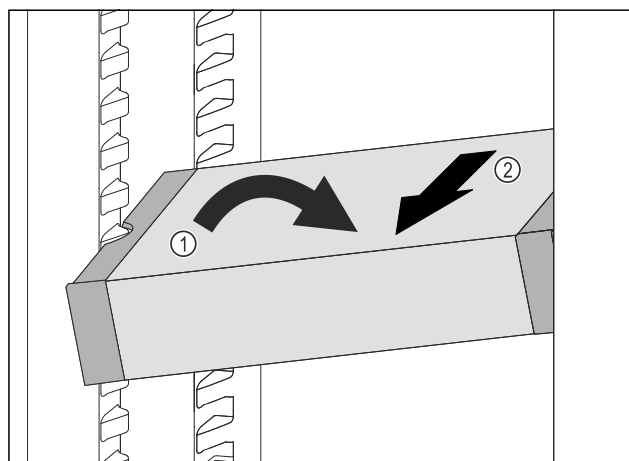

Fig. 189
- Predal VarioSafe postavite v hladilniku postrani. Fig. 189 (1)
- Predal VarioSafe izvlecite v smeri naprej. Fig. 189 (2)